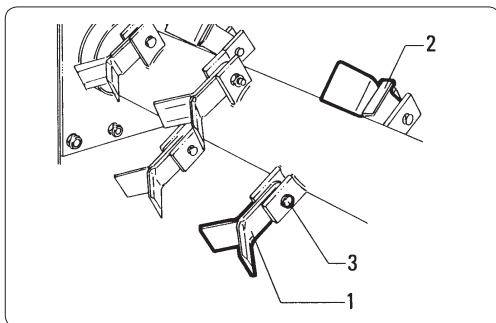

fig. 7.9.1
7.9 - Controllo e sostituzione dei coltelli o delle mazze (fig. 7.9.1)
Se occorre sostituire uno o più coltelli o mazze rotte, ad esempio il coltello numero "1" di fig. 7.9.1, sostituire anche il coltello o la mazza diametralmente opposto, cioè la numero "2" per evitare squilibrate del rotore.
7.9 - Checking and replacing the knives or hammers (fig. 7.9.1)
If one or more broken knives or hammers need replacing, eg. knife number "1" in fig. 7.9.1, always replace the diametrically opposite knife or hammer as well, i.e. number "2", in order to prevent the rotor from becoming unbalanced.